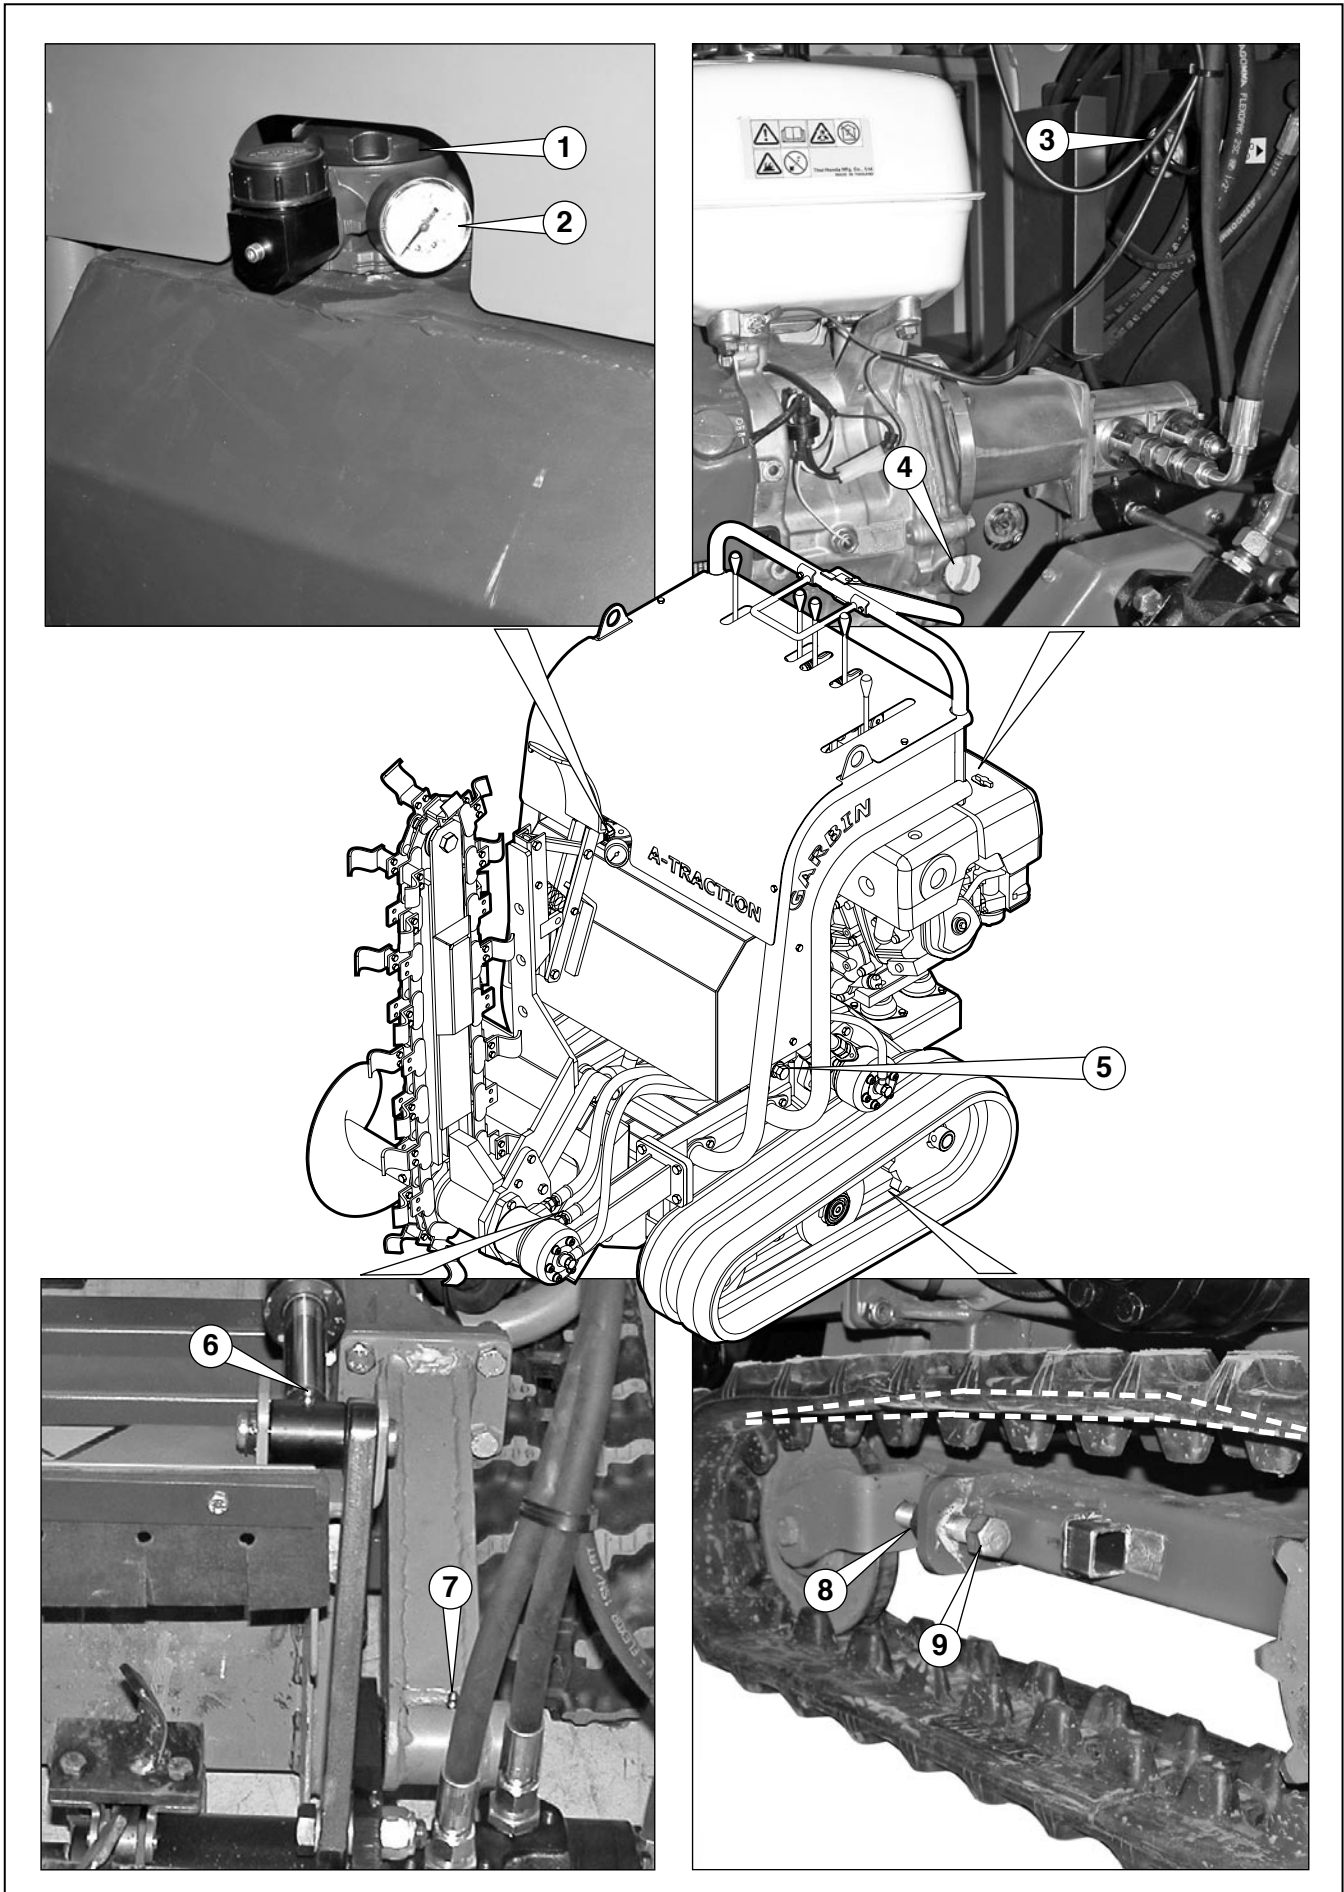

Fig. 10 - Tabella riassuntiva dei punti di intervento di manutenzione
Se dovesse succedere che la catenaria in fase di lavoro si blocca rimanendo impigliata nel terreno, per un ostacolo imprevisto, per riprendere la normale attività di scavo è necessario disimpegnare la catenaria fermandone il moto e invertendo il senso di rotazione della catena spingendo in avanti la leva (6 Fig. 10).
- Ingrassare i punti di ingrassaggio presenti sulla macchina (6 e 7 Fig. 10).
- Verificare il livello olio attraverso la spia di livello (3 Fig. 10). Un livello corretto deve risultare nella mezzeria della spia. L'eventuale aggiunta va effettuata attraverso il tappo di riempimento (1 Fig. 10) posto sulla parte superiore del serbatoio. Riserrare il tappo ad operazione avvenuta.
Con periodicità controllare il manometro (2 Fig. 10). Quando l'indice supera 1,5 bar, la cartuccia filtrante interna (posizionata sotto il tappo), va sostituita.
- Posizionare una bacinella in corrispondenza dei tappi inferiori del serbatoio (5 Fig. 10). Sono due, uno per lato della macchina
- Togliere il tappo di riempimento (1 Fig. 10).
- Introdurre il nuovo olio attraverso il bocchettone di riempimento fintantoché non raggiunge la mezzzeria della spia (3 Fig. 10). Durante l'operazione di riempimento verificare che la cartuccia filtrante sia inserita nella sua sede.
re il dado di bloccaggio (8 Fig. 10) e poi avvitare la vite tendicingolo (9 Fig. 10) fino ad ottenere la giusta tensione corretta del cingolo (deve avere la possibilità di oscillare di circa 3 cm come indicato in figura 14). Una volta ottenuto ciò bloccare il dado impedendo il ritorno della vite.
- Allentare il dado (8 Fig. 10) e svitare la vite (9 Fig. 10) fino a quando si rende possibile lo sfilamento del cingolo.
- Tendere il cingolo avvitando la vite (9 Fig. 10) e, una volta raggiunta la giusta tensione, bloccare con il dado (8 Fig. 10).